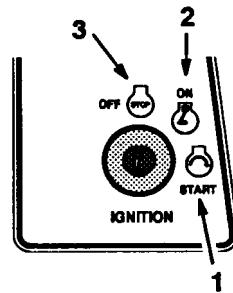

Fig. 8
5. Girate la chiave di accensione in senso orario e tenetela in posizione "START" (Fig. 8). Quando il motore si avvia, rilasciatela.
2. Girate la chiave di accensione in posizione "OFF" (Fig. 8).